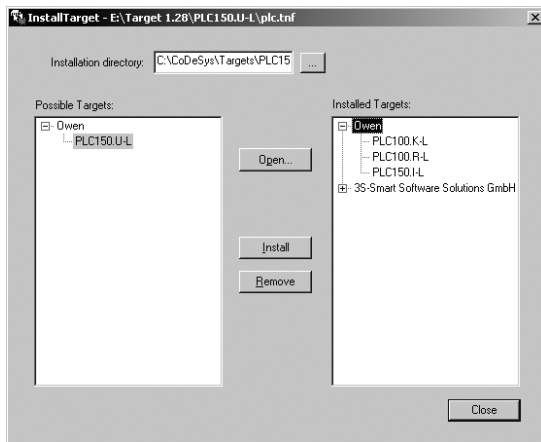

Рисунок 5.1 — Окно «InstallTarget» утилиты InstallTarget
1) в открывшемся при запуске утилиты **InstallTarget** окне (рисунок 5.1) – нажать кнопку Open и указать путь доступа к инсталлируемому Target-файлу (имеющему расширение ***.tnf**, Target Information File). Target-файлы контроллеров ОВЕН ПЛК150 могут быть скачаны с сайта owen.ua. При скачивании с сайта папку с Target-файлами надо разархивировать и сохранить на жестком диске ПК;